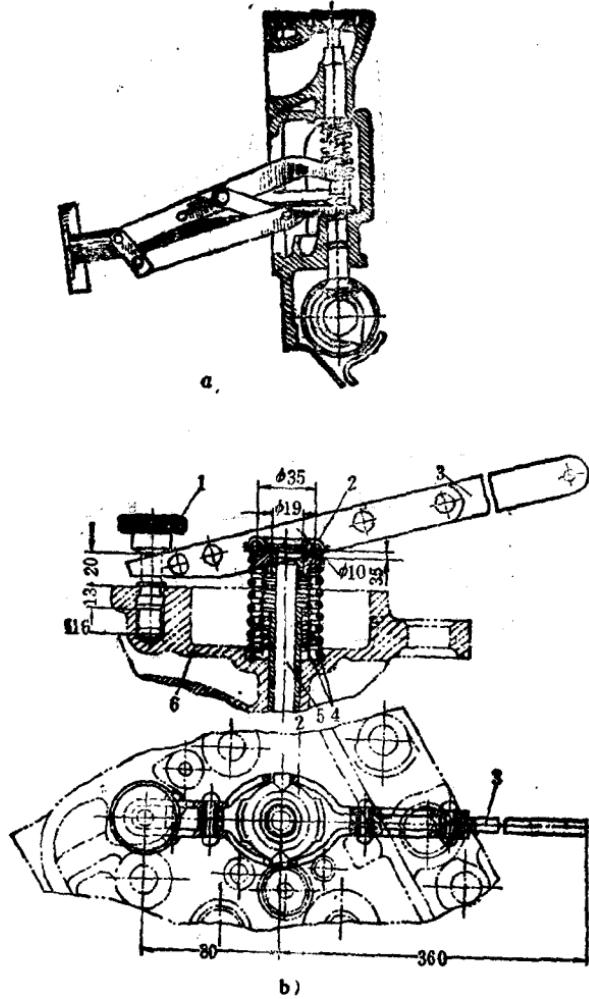

图1-1-4 用气门弹簧钳装卸气门和气门弹簧
- (1) 拆下气门室盖及衬垫，检查气门顶标注次序号码。
- (2) 在气门关闭时，用如图1-1-4所示的气门弹簧钳将气门弹簧压缩，用螺丝刀拔下锁片或用尖嘴钳取下锁销（不宜用手），然后放松气门弹簧钳，取出气门、气门弹簧及弹簧座。